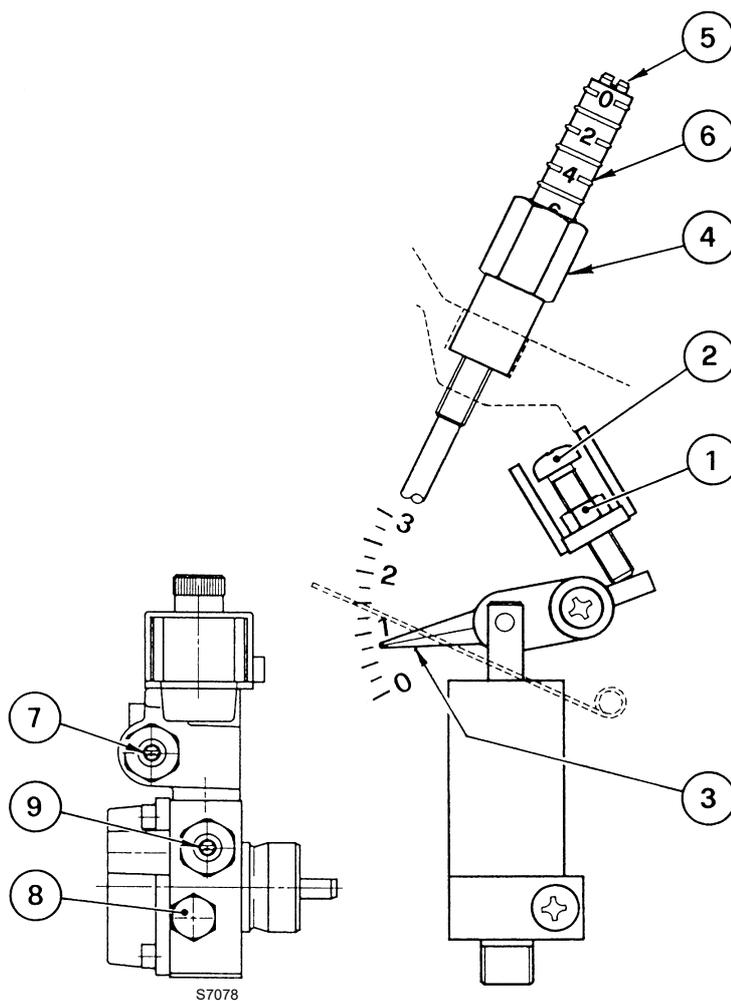

Fig. 10
- Allentare il dado 1)(Fig. 10), agire sulla vite 2)(Fig. 10) e portare l'indice 3) sulla posizione desiderata.
- A regolazione ultimata riavvitare il dado 1)(Fig. 10).
Se è necessario ritarare tale pressione, o se si preferisce cambiarla, basta agire sulla vite 7). Il manometro per il controllo della pressione va montato al posto del tappo 8)(Fig. 10).
- Allentare il dado 4)(Fig. 10), agire sulla vite 5)(Fig. 10) e portare l'indice 6) sulla posizione desiderata.
- A regolazione ultimata riavvitare il dado 4)(Fig. 10).
Se è necessario ritarare tale pressione, o se si preferisce cambiarla, basta agire sulla vite 9)(Fig. 10). Il manometro per il controllo della pressione va montato al posto del tappo 8)(Fig. 10). All'arresto del bruciatore la serranda dell'aria si chiude automaticamente, fino ad una depressione max. al camino di 0,5 mbar.